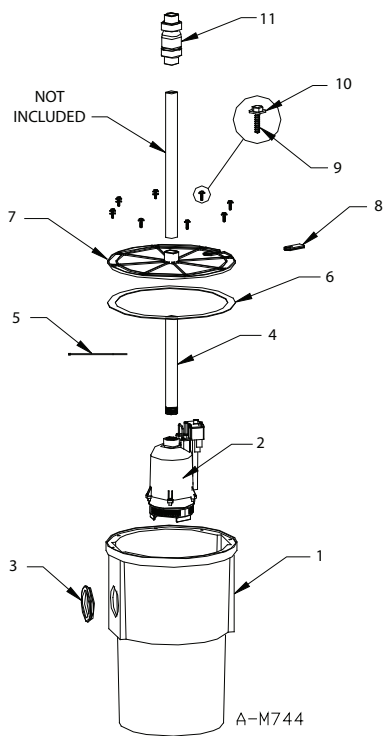

Figure 3
2. Remove all components from the packaging to determine that all parts are accounted for. Compare parts with your system number in Figure 3.
2. Retirer tous les composants de l'emballage pour vérifier qu'il ne manque aucune pièce. Comparer les pièces avec celles illustrées sous le numéro de votre système aux Figure 3.